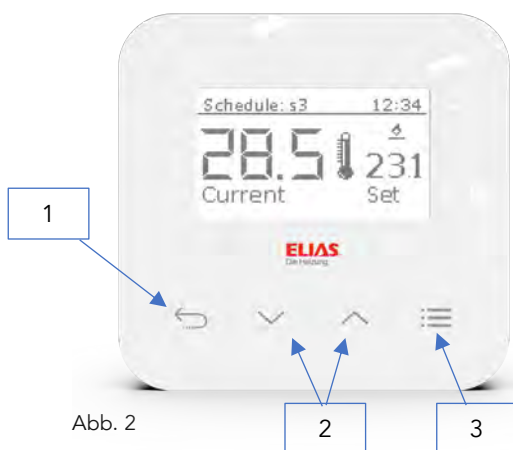

Abb. 2
1. Taste „Exit“ – Aus der Position des Startbildschirms mit den Temperaturanzeigen (Siehe Abb.2) führt das Betätigen dieser Taste zur Anzeige eines Menüs der Betriebsmodi. Der Benutzer hat die Möglichkeit der Auswahl aus 5 verschiedenen Zeitplänen, der Einstellung einer konstanten Temperatur, sowie einer zeitbegrenzten Temperatureinstellung. Weiters dient diese Taste zum Verlassen eines Untermenüs (*Exit – Ausgang*) und führt wieder zurück zum Startbildschirm.
Wenn Sie auf die Taste „Menü“ (Taste 4 Abb.2) drücken, bekommen Sie Zugang zu weiteren Einstellungsmöglichkeiten des ES-700.